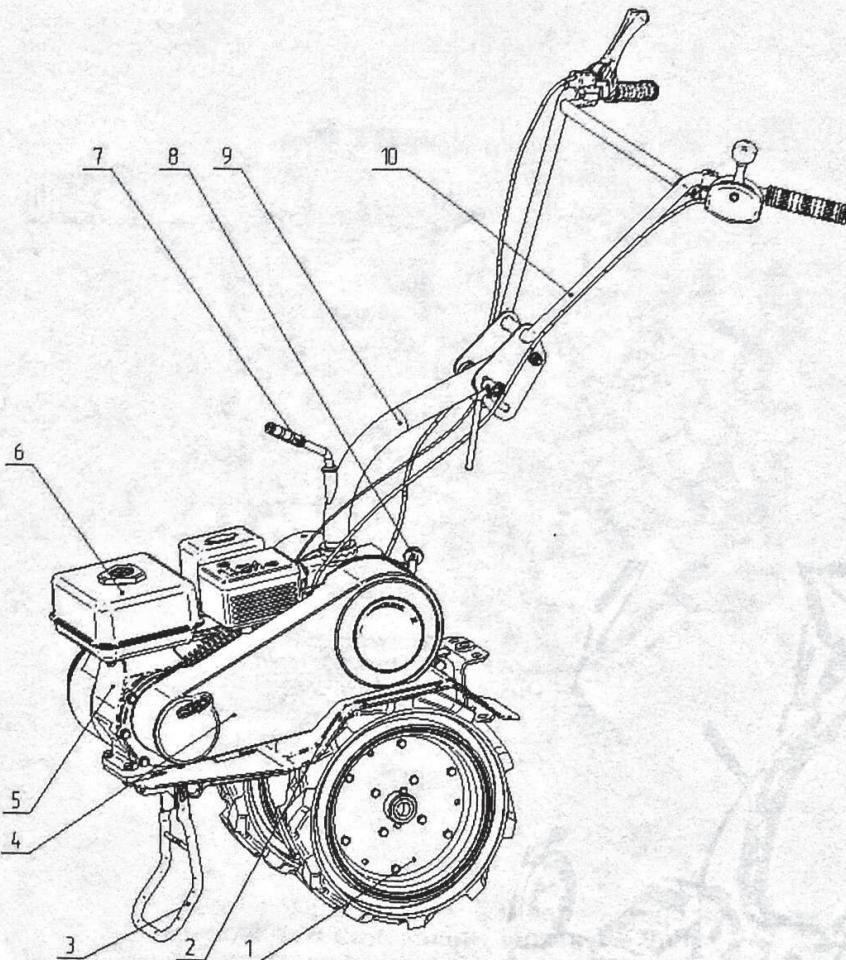
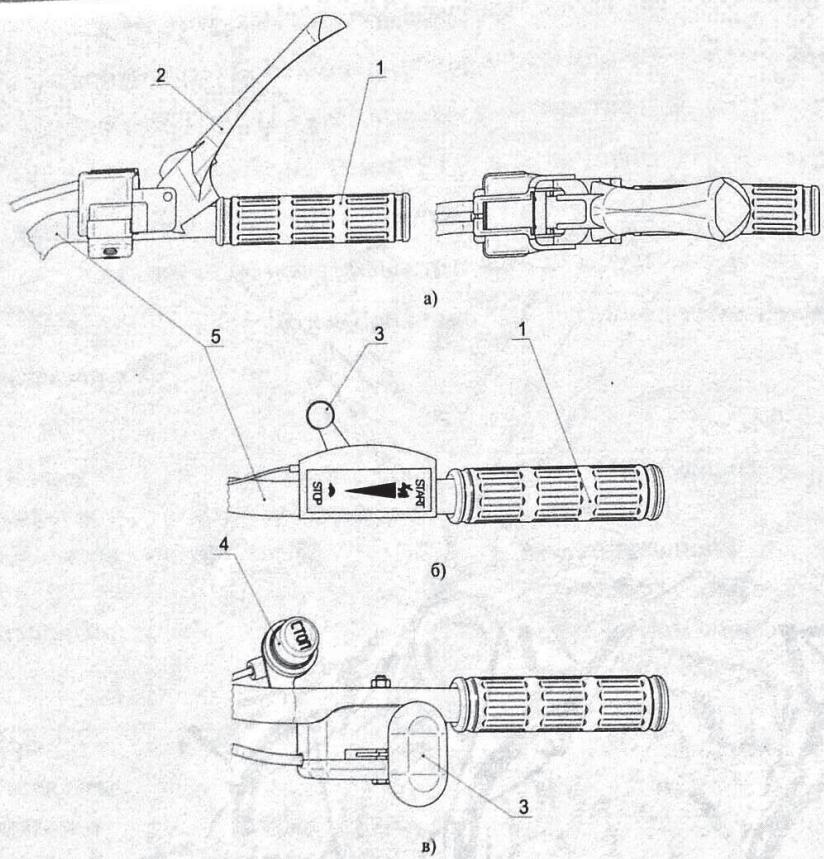

Рис.1 Устройство мотоблока
Рис. 2 Органы управления мотоблоком
- установите стойку руля 9 (рис. 1) на верхнюю часть редуктора мотоблока и ручкой стойки руля 7 закрепите стойку на редукторе;
двигателе рычаг переключения передач должен быть в положении «Н» (нейтраль) рис.5. Перед началом движения рукоятку-опору 3 рис.1 перевести в горизонтальное положение.
При запуске мотоблока рычаг сцепления 2 (рис.2а) на правой рукоятке находится в положении «Выключено» (рычаг отжат). Рычаг управления дроссельной заслонкой 3 (рис. 2б, 2в) на левой рукоятке, установите в положение «Start». Рычаг воздушной заслонки карбюратора (находящийся на двигателе) установите в положение «Перекрыть». Убедитесь, что рычаг переключения передач 8 (рис.1) в нейтральном положении («Н» на этикетке положений рычага переключения передач). Произведите пуск двигателя, как указано в «Руководстве по эксплуатации двигателя».
Примечание: Мотоблок выпускается с двумя вариантами рычага управления дроссельной заслонкой (рис.2б и 2в) в зависимости от типа применяемого двигателя.
Оставляя рычаг сцепления 2 (рис. 2а) в положении «Выключено», переместите рычаг управления передач 8 (рис. 1) в
положение «I» (1-я скорость), переместите рычаг управления дроссельной заслонкой двигателя 3 (рис. 2б) на левой рукоятке мотоблока по часовой стрелке (на увеличение частоты вращения двигателя). Плавно переместите рычаг сцепления из положения «Выключено» в положение «Включено». Колеса начнут вращаться.
По окончании работы мотоблока выключите сцепление, уменьшите частоту вращения двигателя, переведите рычаг переключения передач в положение «Н» (нейтраль), переведите двигатель на режим «Холостой ход», проработайте на холостом ходу 2...3 мин и остановите двигатель, нажав на кнопку «Stop» 4 (рис. 2в), находящуюся на левой рукоятке. Закройте топливный кранник на топливном бачке двигателя. Если в исполнении мотоблока кнопка «Stop» отсутствует, то необходимо довести рычаг управления дроссельной заслонкой 3 до положения «Stop» (рис. 2б).
Высота руля мотоблока устанавливается следующим образом: установите мотоблок в горизонтальное положение, ослабьте зажим 3 рис. 6, поднимите или опустите руль на требуемую высоту и затяните зажим. Для поворота руля необходимо отвернуть на несколько оборотов ручку стойки руля 7 рис. 1, повернуть на нужный угол стойку руля и завернуть ручку до упора.
- снимите защитный кожух 4 рис. 1 клиноременной передачи;
- включите сцепление, т.е. рычаг сцепления 2 рис. 2а, прижмите к рукоятке;